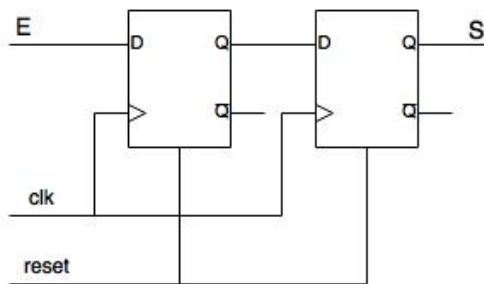

Figura 1
- a) Escribir una arquitectura VHDL para el circuito de la figura 1.